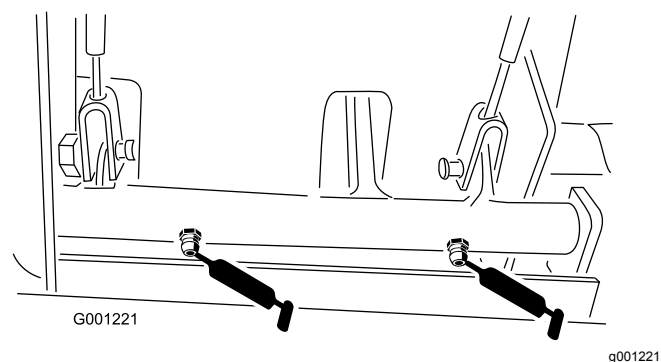

Рисунок 39
- Втулки оси поворота тормоза (Рисунок 39)
- Тросы тормоза (со стороны ведущего колеса и педали тормоза) (Рисунок 39)